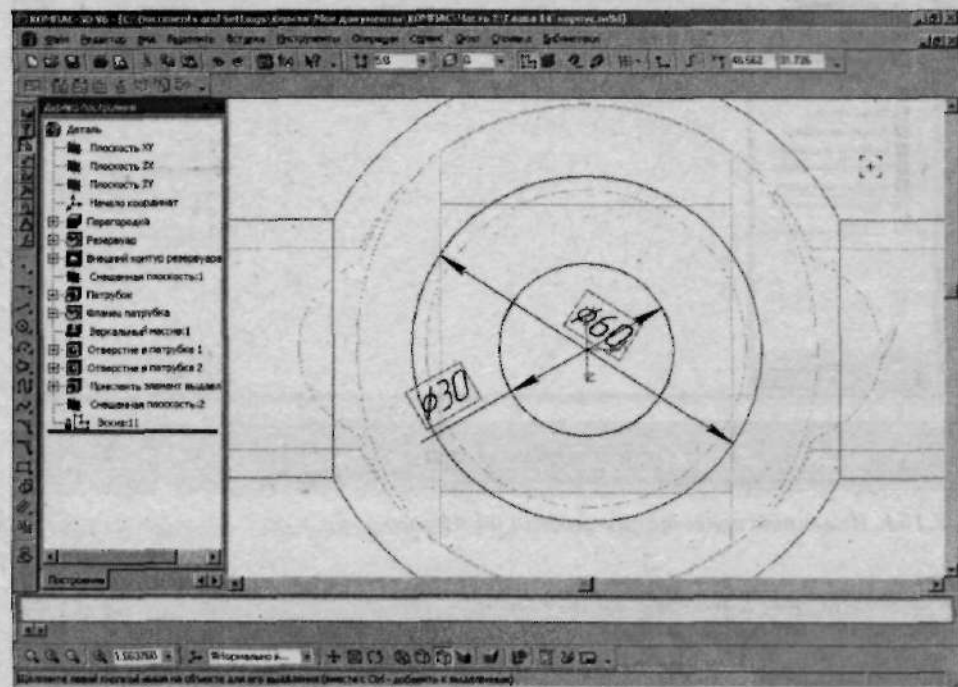

Рис. 2.153. Эскиз верхнего фланца
2. В построенной плоскости создайте эскиз, изображенный на рис. 2.153.